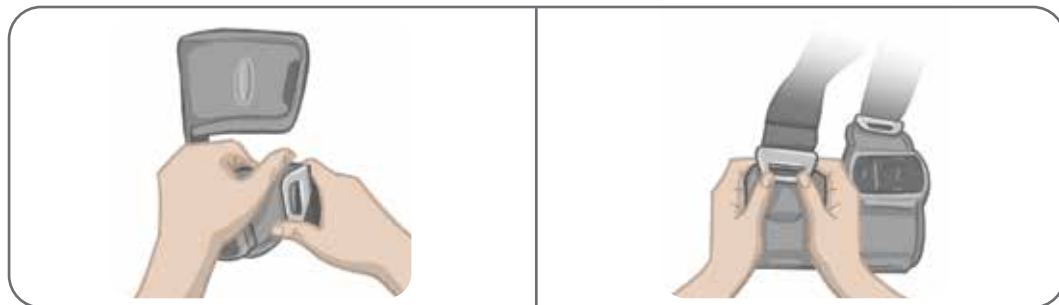

Figura 8-14: Reinserimento delle fasce per coscia
2. Spingere la fibbia della fascia con i pollici verso la fascia (allontanandola dal cosciale per coscia) (Figura 8-14).